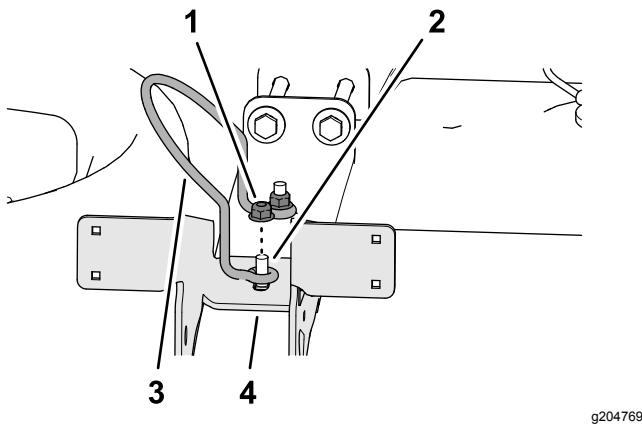

Figura 14
4. Montate il fermo del coperchio del serbatoio e i 2 dadi di bloccaggio flangiati che avete rimosso al passaggio 1 sui 2 bulloni a testa tonda superiori (Figura 14).